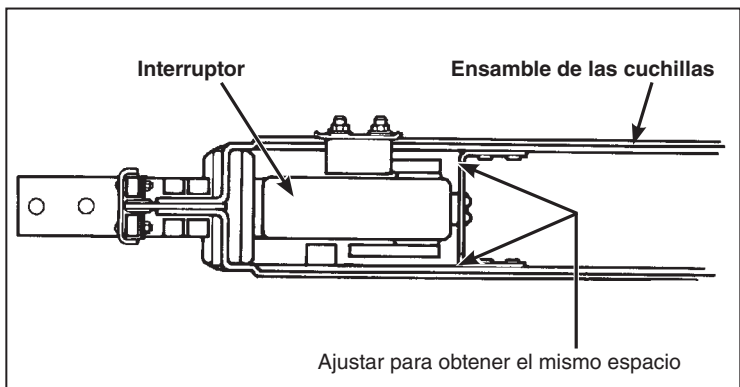

Figura 44. El ensamble de las cuchillas en posición totalmente Cerrada.
- (d) La cámara interruptiva debe situarse en un plano paralelo al barrido de las cuchillas, y éstas deben pasar por encima de la cámara interruptiva con una separación aproximadamente igual a ambos lados. Ver Figura 44.